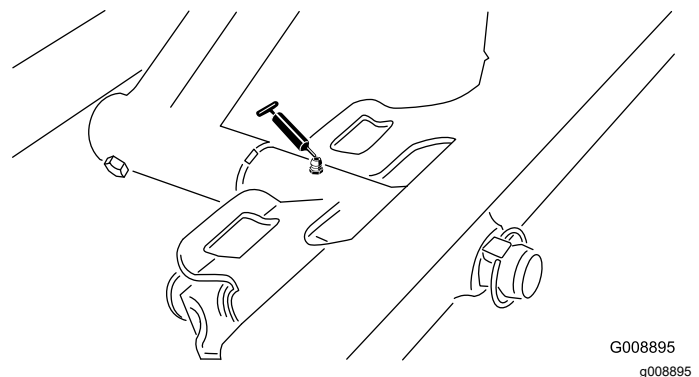

Figura 34
- Articulação da unidade de corte frontal (**Figura 34**)